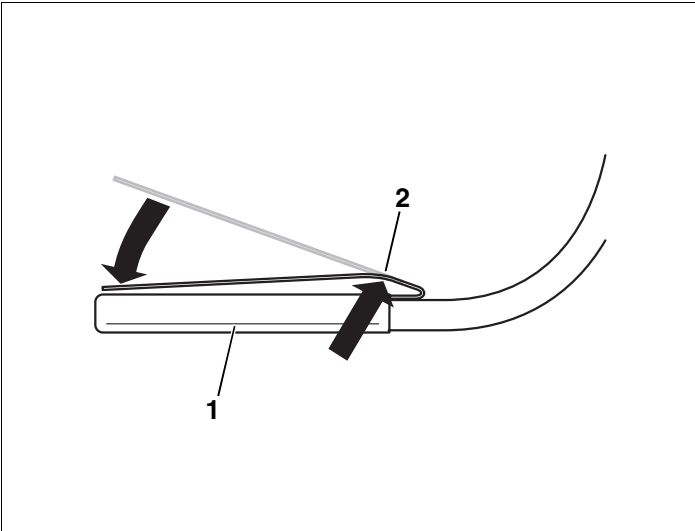

Abb. 7 Warmwassertemperaturfühler montieren
Montieren Sie den Warmwassertemperaturfühler (Abb. 7, **Pos. 1**) in die entsprechende Tauchhülse auf der Rückseite des Warmwasserspeichers.
- Feder (Abb. 7, **Pos. 2**) vorbeugen.